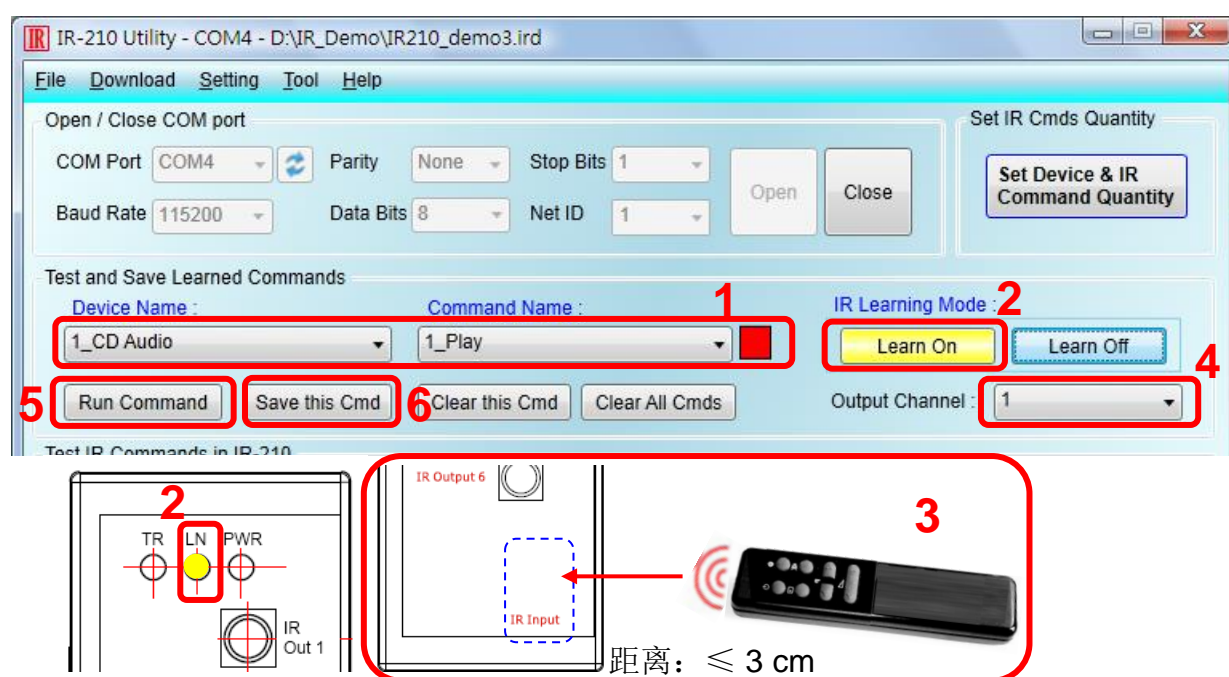

图 4-6、学习 IR 命令步骤
学习步骤如下，并参考图 4-6：
- (1)点选 Device Name 与 Command Name 之下拉选单选择要学习的 IR 命令。
- (2)点击 Learn On 按钮，LN 灯号亮起，IR-210 进入等待学习状态。
- (3)遥控器发射头对准 IR-210 面板 IR Input 上方位置，单击要学习的按钮，遥控器距离面板 3 cm 以内。学习完毕后，IR-210 的 LN 灯号熄灭，并将学习结果送回 Utility 暂存。
- (4)选择 IR 输出通道，图 4-6 是选择第 1 通道(IR Output 1)。
- (5)将第 1 通道的 IR 传输线发射头对准受控电器，点击 Run Command 按钮发出 IR 命令，检视命令是否正确，若电器不作动，重复步骤(2)、(3)再学习一次。
- (6)点击 Save this Cmd 按钮，将学习数据存入 Command Name 之项目中(图 4-6 之项目为 Play)。